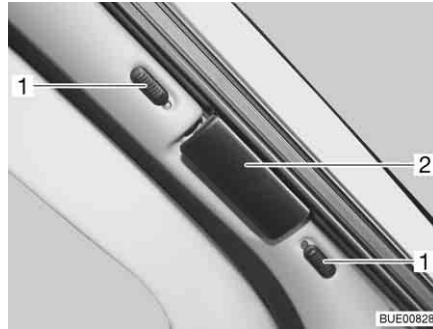

Bild 21 Plisségardin för vindrutan
- Skjut de två hälfterna av plisségardinen för vindrutan utåt så långt det går, ta tag i handtaget (Bild 21,2).
- Skjut upp resp. ned låsknapparna (Bild 21,1). Låset är öppet när den röda punkten syns.